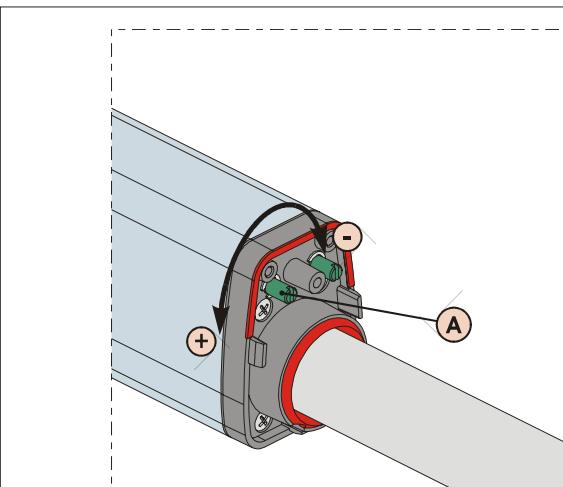

Abb. 20
- 3) Die Einstellung des **Endschalters beim Öffnen FCA** erfolgt durch die Einstellschraube, Abb.20 Bez.A: im Gegenuhrzeigersinn drehen, um den Hub des Schafts zu erhöhen, im Uhrzeigersinn, um den Hub zu verringern.